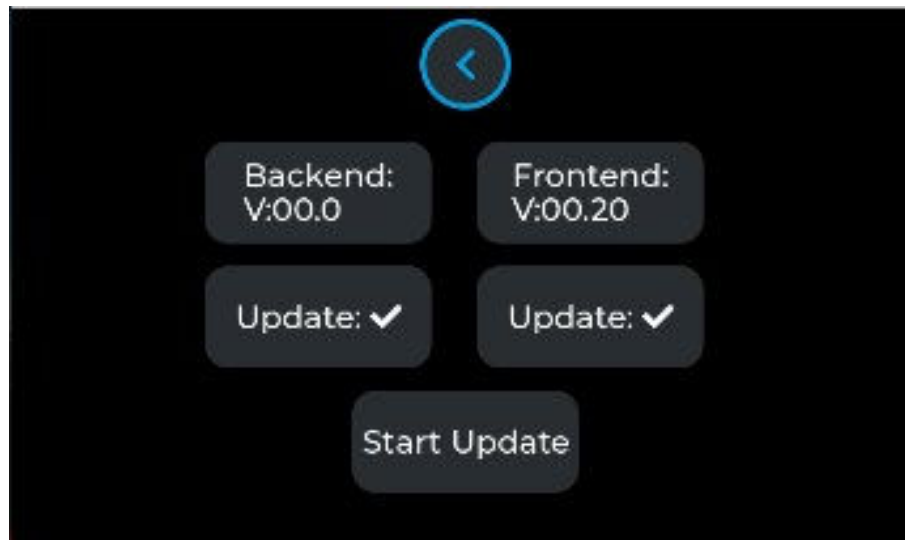

Fig. 6.9 Menù di aggiornamento
- 6) Si apre una finestra di aggiornamento come appare in Fig. 6.9. L'aggiornamento può essere avviato con il pulsante "Avvia aggiornamento". Lo stato di avanzamento dell'aggiornamento viene visualizzato sul display.